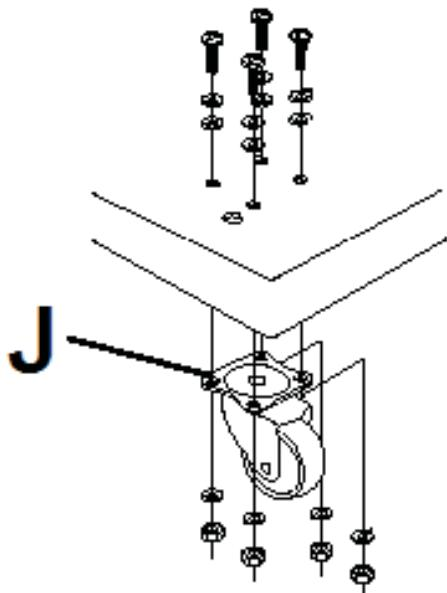

Рис. 3
- Прикрепите четыре ролика к нижней стороне основания при помощи болтов с контргайками и гайками (рис. 3).